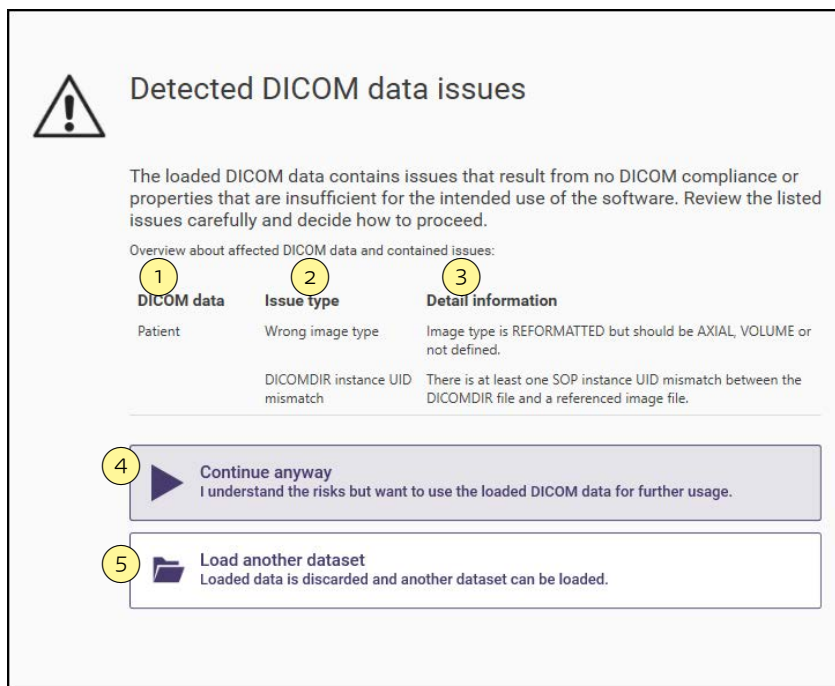

Abb. 1.1: DICOM-Datenprobleme erkannt
Nach dem Laden eines DICOM-Datensatzes, der mindestens eines dieser Probleme enthält, wird ein Warndialog angezeigt, der alle erkannten DICOM-Probleme auflistet. Er zeigt Informationen über den betroffenen Datensatz (1), den Fehlertyp (2) und eine detaillierte Fehlerbeschreibung (3) (siehe Abbildung 1.1).